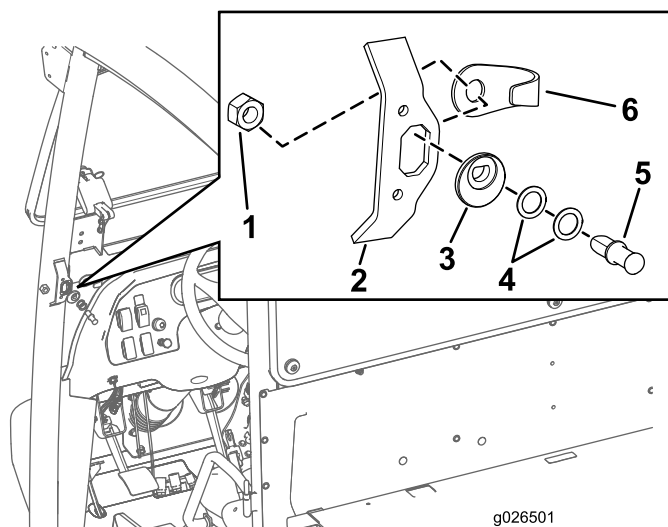

Рисунок 5
1. Совместите кулачок оси защелки с отверстием в накладной пластине в положении, показанном на Рисунок 5.
2. Вставьте ось защелки (сначала без шайб) в кулачок оси защелки (Рисунок 5).
3. Совместите ограничитель и шестигранную гайку (7/16 дюйма) на задней стороне отверстия в накладной пластине (Рисунок 5).
- Затяните шестигранную гайку (7/16 дюйма) на оси защелки вручную (Рисунок 5).